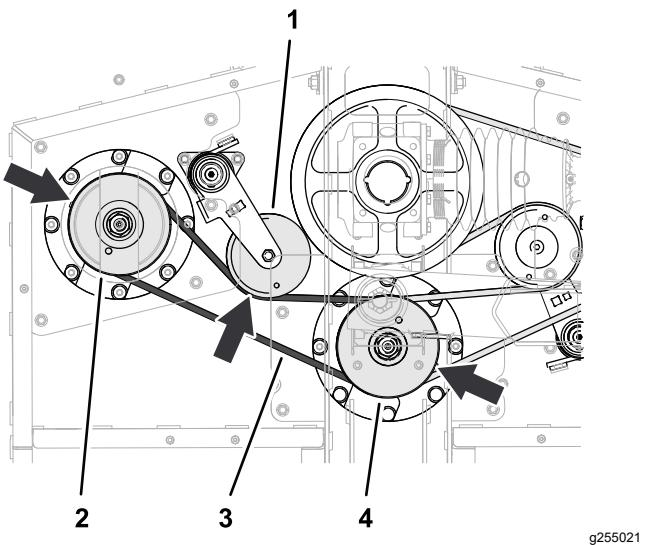

Figura 67
- Enrute la correa corta alrededor de la polea del eje izquierdo y la ranura inferior de la polea del eje central (Figura 67).
- Utilice una llave de carraca u otra herramienta similar para girar el tensor de la correa en sentido antihorario, y coloque la correa sobre la polea tensora (Figura 67).